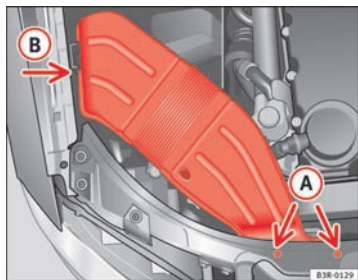

Fig. 216 Conduit d'air, côté droit du véhicule
- Dévissez les vis **A** ⇒ fig. 216.